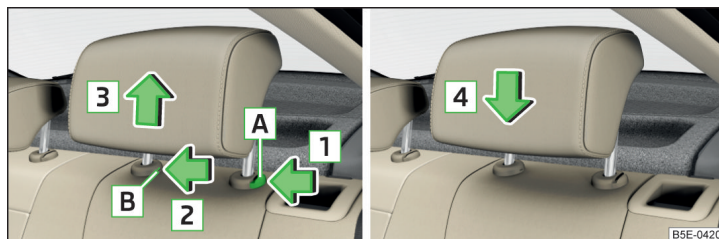

Fig. 73 Tetierele spate: demontarea/montarea
- Apăsați tasta de siguranță în sensul săgeții » fig. 73, în același timp, cu o șurubelniță plată cu lățimea de maxim 5 mm, apăsați tasta de siguranță în deschiderea în sensul săgeții .